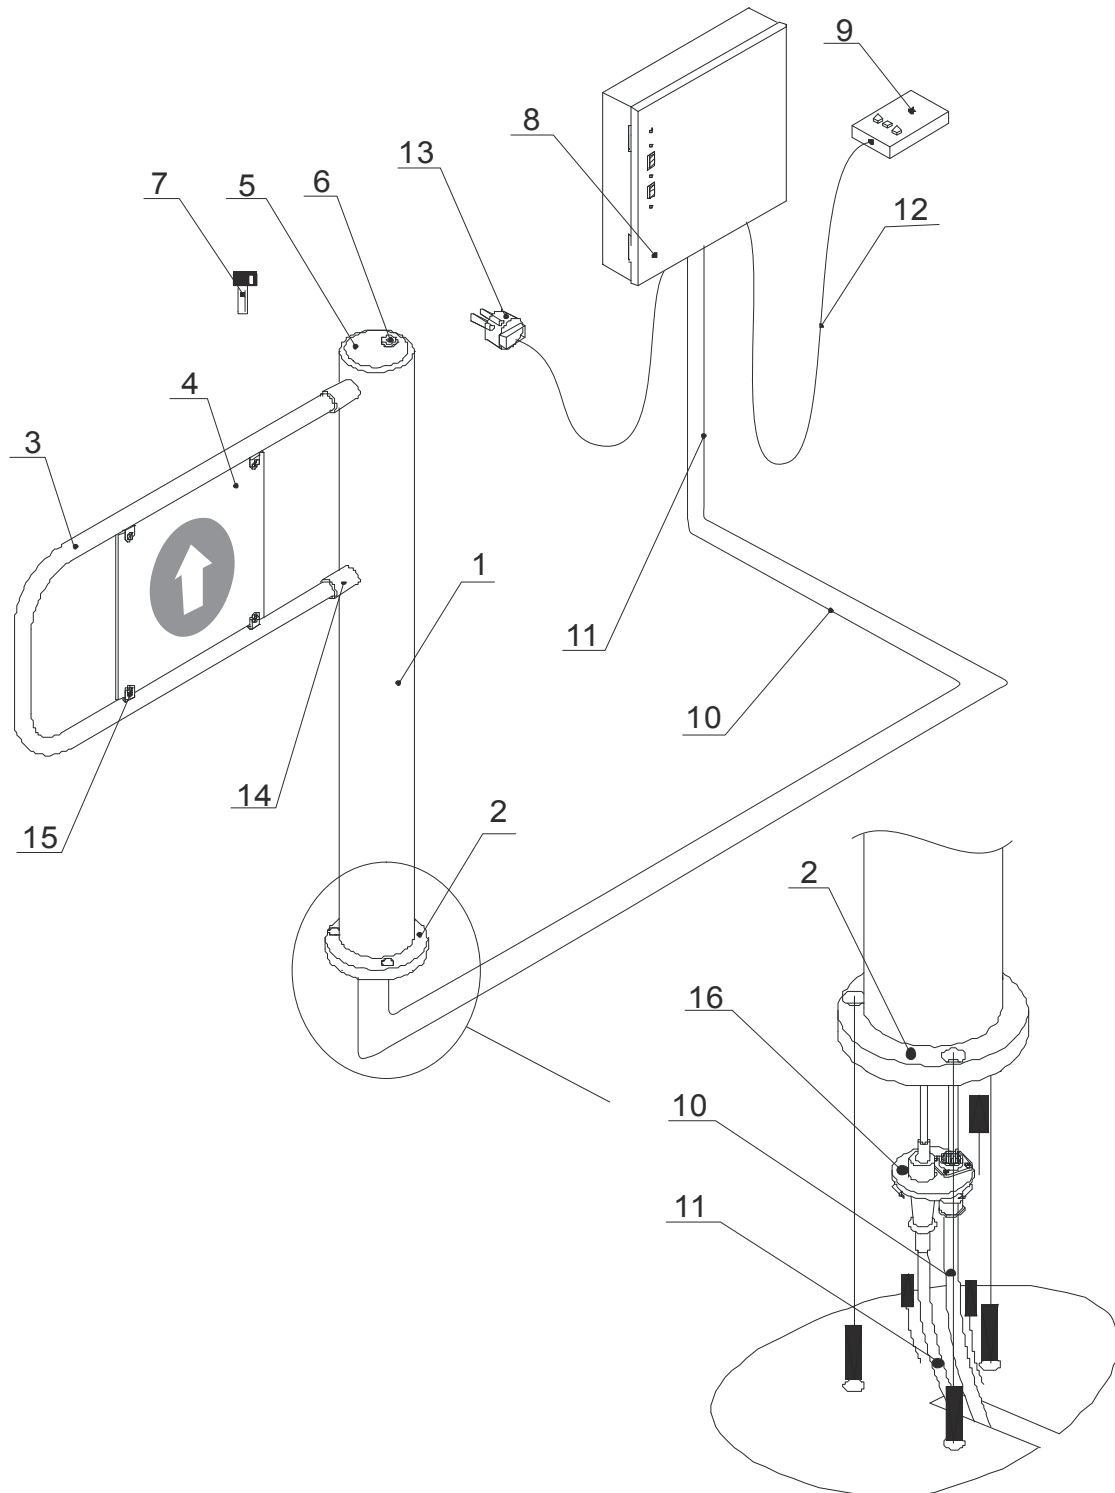

Рисунок 1 - Общий вид калитки
Номера позиций узлов и деталей в тексте данного руководства по эксплуатации указаны в соответствии с рис. 1, если нет ссылки на иной рисунок.
кации режимов работы при ручном управлении калиткой. Пульт управления (9) подключается к процессорному модулю, расположенному внутри блока управления (8), гибким многожильным кабелем (12) через кабельный ввод в нижней панели блока (см. рисунок 3 и рисунок 1А Приложения А).
Для режима «**Однократного прохода в заданном направлении**» предусмотрена возможность изменения времени ожидания прохода установкой переключателя на модуле процессорном (см. рис. 1А Приложение А1).
Вариант управления выбирается установкой переключки на разъеме X5 на плате модуля процессорного (см. рис. 1А Приложение А).